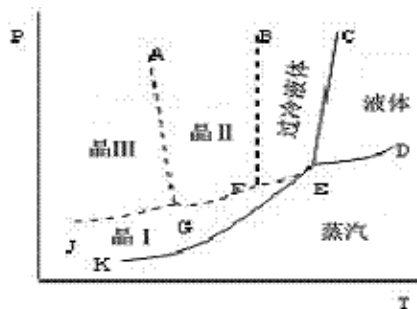

图6-1
6-4 如图6-1是钙长石 ( $\text{CaAl}_2\text{Si}_2\text{O}_7$ ) 的单元系统相图, 请根据相图回解: (1) 六方、正交和三斜钙长石的熔点各是多少? (2) 三斜和六方晶型的转变是可逆的还是不可逆的? 你是如何判断出来的? (3) 正交晶型是热力学稳定态? 还是介稳态?